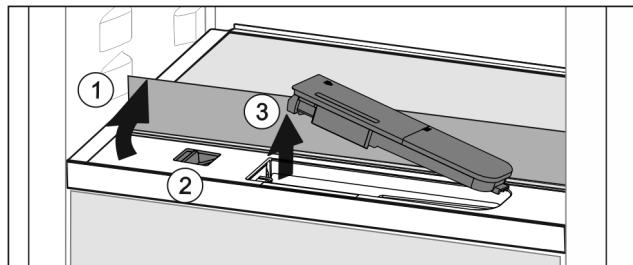

Fig. 134
- Повдигнете стъклената плоча и я завъртете до ограничителя назад Fig. 134 (1).
- Преместете пъзгача Fig. 134 (2) наляво.
- Извадете резервоара за вода Fig. 134 (3).